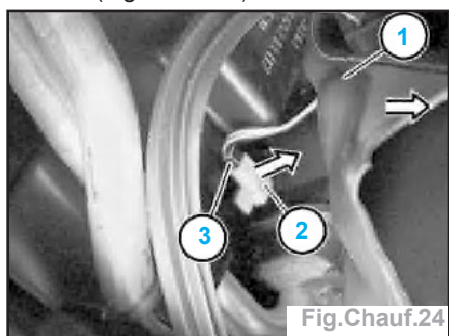

Fig. Chauff.24
- Ecarter le conduit de chauffage côté plancher gauche (1) dans le sens de la flèche (Fig. Chauff.24).